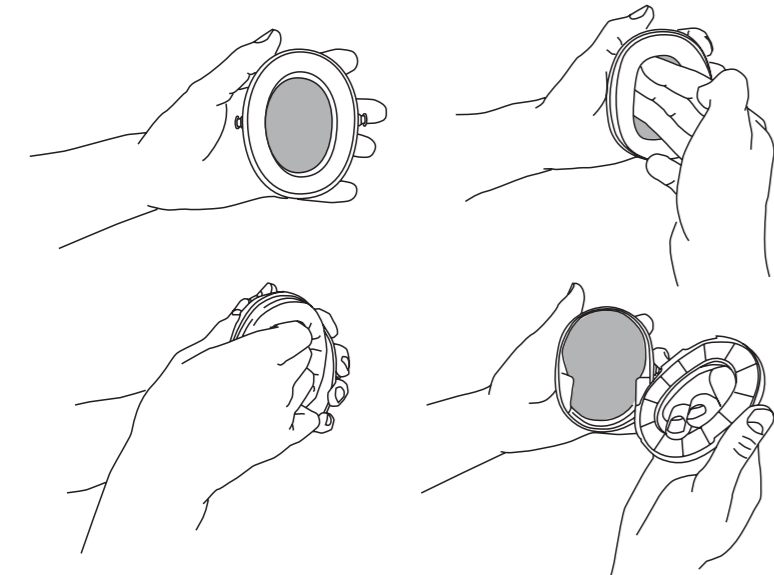

Figure 4.
- Ziehen Sie die alten Kissen ab (Abb. 4).